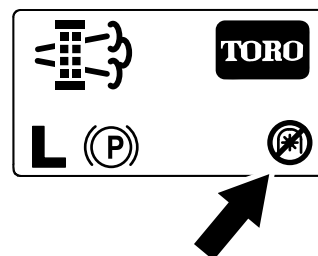

Figure 52
**Remarque:** L'écran d'accueil affiche l'icône de désactivation de la PDF (Figure 52).
**Remarque:** L'écran d'accueil affiche l'icône de désactivation de la PDF ; voir Figure 52 et Messages de régénération en stationnement \(page 48\).